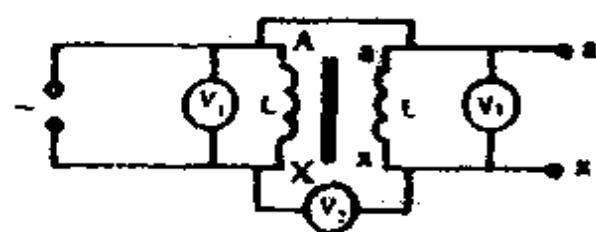

图 31
(2) 交流法。把初级线圈和次级线圈的一对同名端, 例如 Aa, 用导线接起来, 如图 31 所示。然后在 AX 初级线